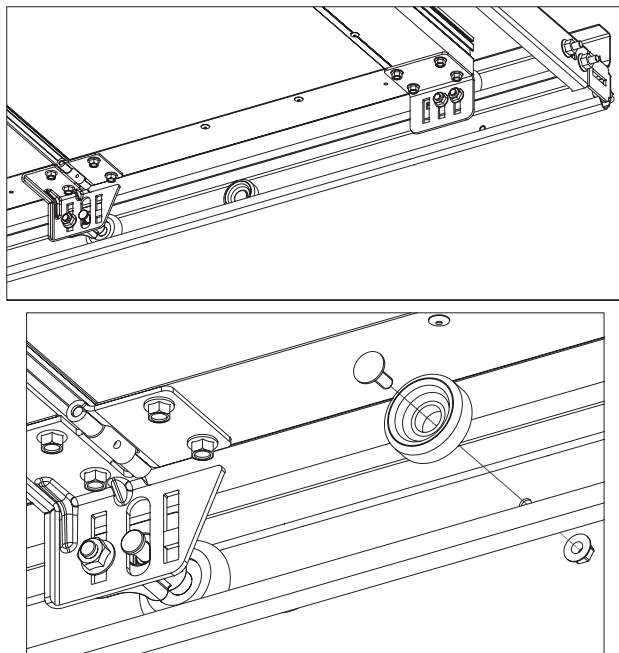

Рис. 20.
- установить демпфер и закрепить его при помощи болта М6х16 с полукруглой головкой и гайки (рис. 20). Ограничители хода устанавливаются на левой и правой направляющих.